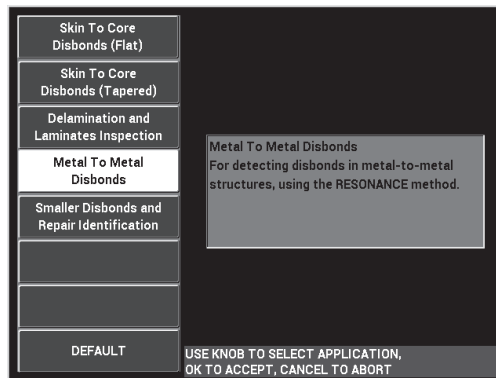

Figura 6-38 L'applicazione Perdita di adesione metallo su metallo
3. Selezionare l'applicazione **Perd. ades. metallo su metallo** ed in seguito premere ✓ per confermare (vedere Figura 6-38 a pagina 164).